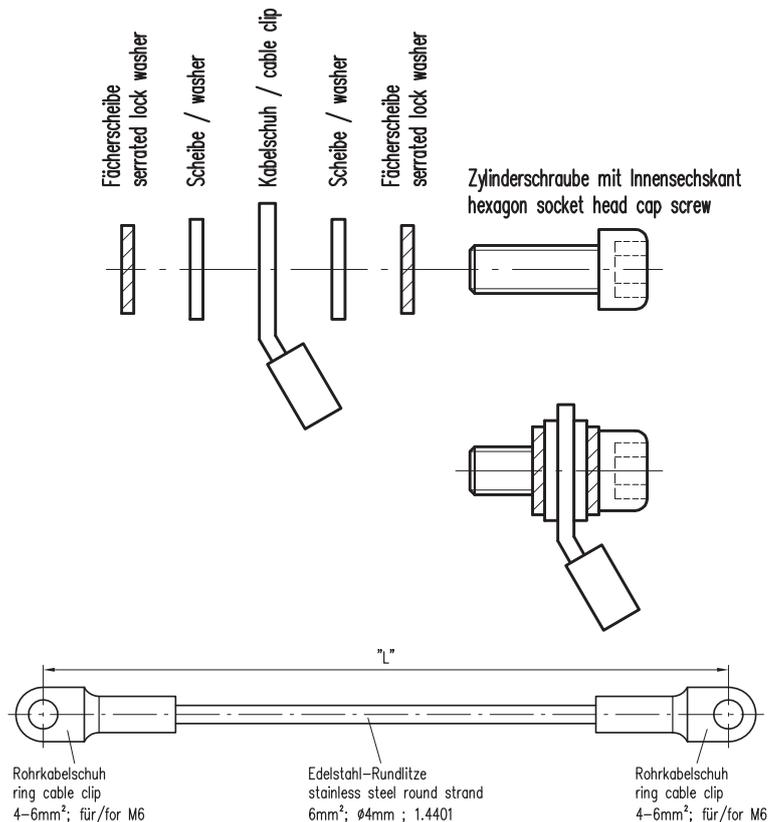

Abb. 3
- Um die Betriebssicherheit an blitzschlaggefährdeten Orten zu verbessern, empfehlen wir eine Erdung des Sensors mit der integrierten Erdungsschraube des **rain[e]**. In der Skizze (Abb. 3) sind die Schritte zum Installieren der Erdung mit einem Kabelschuh und einer Erdungsschraube am Sensor dargestellt. Das andere Ende des Erdungskabel sollte mit einem Erdnagel verbunden werden.